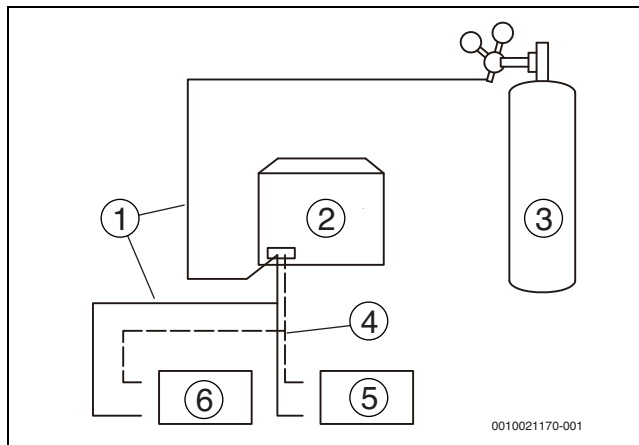

Fig. 13
4. Utiliser des bouchons pour obstruer toutes les ouvertures du côté liquide (ou gaz), à l'exception de l'ouverture située au niveau de l'unité intérieure la plus éloignée des unités extérieures («Unité intérieure A» dans la figure 13).